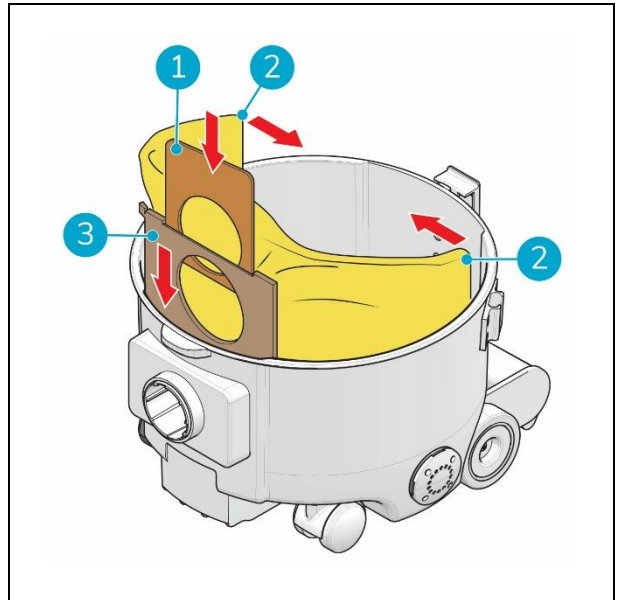

Figure 13
10. Faites glisser le col en carton du nouveau sac filtrant (fig. 13, pos. 3) dans les fentes pour insérer complètement le sac à poussière.
11. Poussez la languette en carton (fig. 13, pos. 1) vers le bas pour ouvrir le sac.
12. Dépliez le sac à poussière (fig. 13, pos. 2).